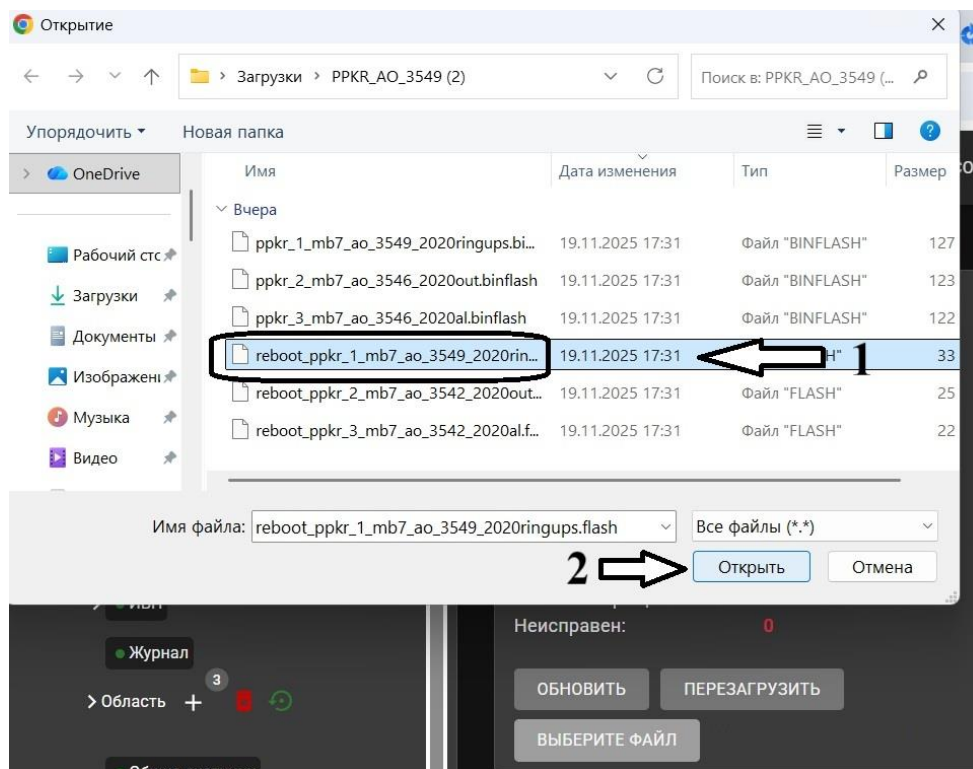
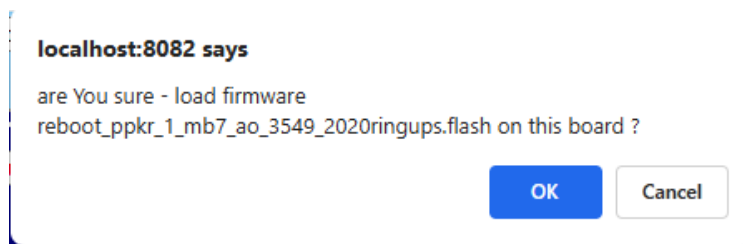

Рисунок 31
Рисунок 32
4. Нажать кнопку «**ВЫБЕРИТЕ ФАЙЛ**». Далее в скачанном архиве нужно найти и выбрать **файл загрузчика** (загрузчик обновляется в первую очередь) (Рис. 31). После выбора файла страница браузера запросит подтверждение запуска обновления – выбрать **ОК** (Рис. 32).
6. Проверить успешность обновления, нажав юнит «**Загрузчик**». При этом в разделе «Статус» (Рис. 31) отобразится обновленная версия загрузчика. Версию основной прошивки можно проверить, выделив сам модуль, например **Модуль 1 «Области»**, и посмотрев в разделе «**Информацию**» поле «**Версия прошивки**».